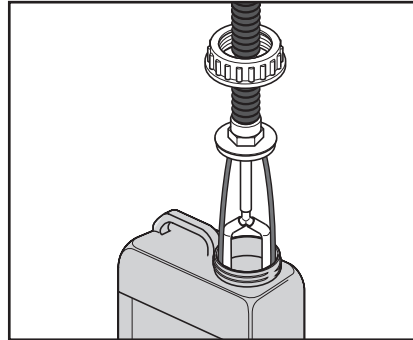

Fig. A2
- Enlever l'unité de pompe (Fig. A2).